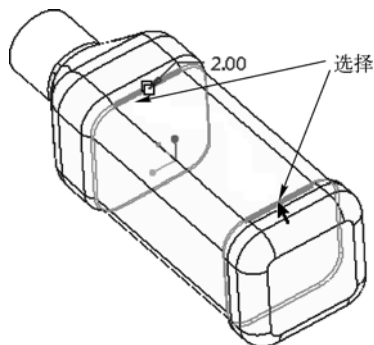

图 13-61 倒圆角 7
- 3 结合〈Ctrl〉键选择如图 13-61 所示的两处边线。